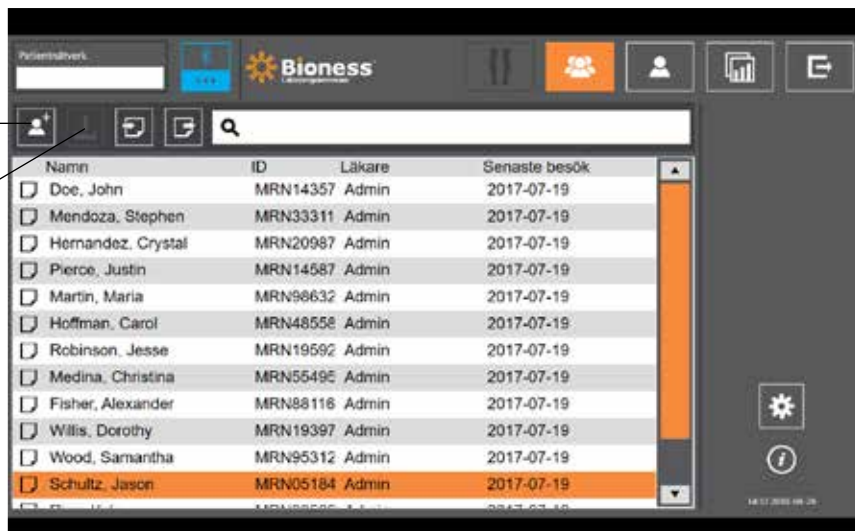

Bild 9-2: Ikonen för att lägga till ny patient
- Tryck på ikonen för att lägga till ny patient på patientdatabasskärmen. Se bild 9-2.
2. Öppna patientdatabasskärmen och markera patienten i listan som visas. Se bild 9-2.
3. Tryck på uppladdningsikonen. Se bild 9-2. Ett fönster visas med meddelandet "Programmera alla stim. med patient: X, X". Tryck på knappen Fortsätt.